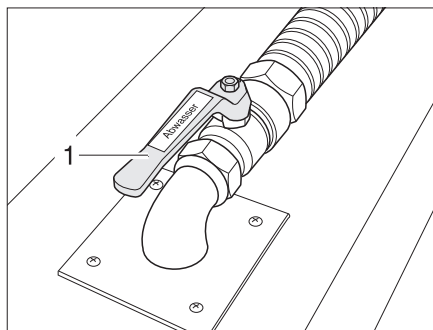

Fig. 371 Rubinetto di scolo delle acque grigie
Il rubinetto di scolo delle acque grigie (Fig. 371,2) è nero e reca la scritta "Abwasser" ("Acque grigie").
- Aprire il rubinetto di scolo delle acque grigie (Fig. 371,2). Le acque grigie fuoriescono.